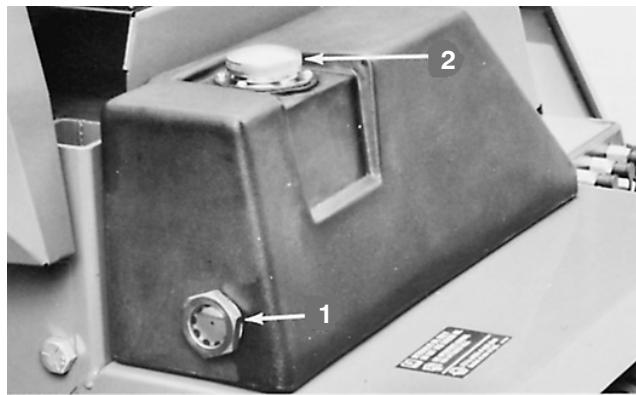
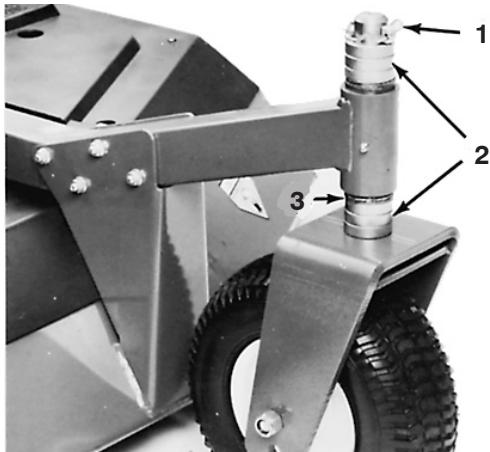

Figure 9
Figure 13
1. Vérifiez le niveau de liquide chaque jour par le viseur situé à l'arrière du réservoir hydraulique (Fig. 9). Quand l'huile est froide, le niveau est légèrement en dessous du centre du viseur. Il devrait toutefois arriver au centre du viseur quand l'huile est chaude.
2. Si le niveau d'huile est bas, ajoutez de l'huile hydraulique dans le réservoir (Fig. 9) (voir Entretien du système hydraulique, page 47).
- Sur tous les autres ensembles de roues pivotantes, retirez la goupille à anneau des axes de fourches (Fig. 13). Déposez l'ensemble axe de fourche et entretoise du bras de pivot (Fig. 13). Placez des entretoises sur l'axe de pivot à la hauteur de coupe voulue et posez l'axe de fourche dans le bras (Fig. 9). Posez les entretoises restantes sur l'axe et fixez les ensembles avec la goupille à anneau (Fig. 13).